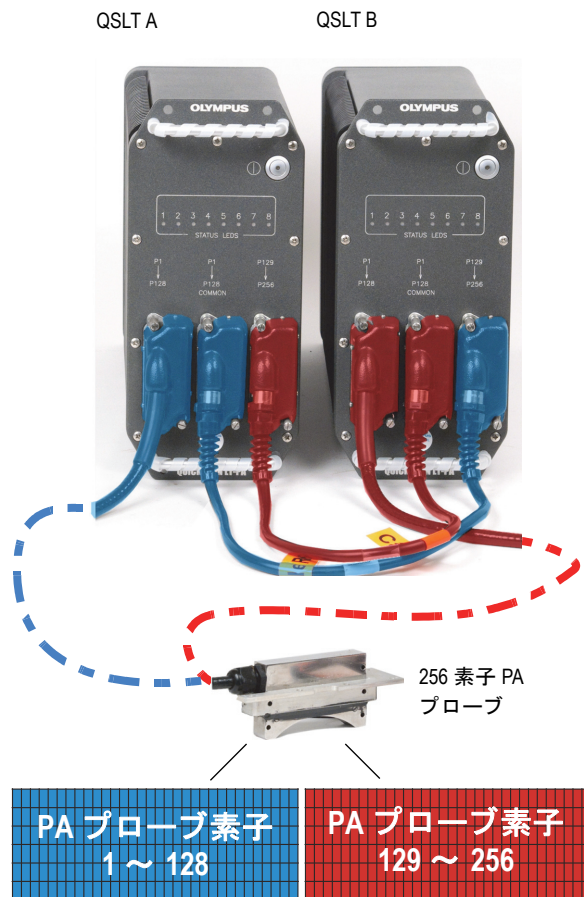

図 2-2 QSLT-4 開口並列 (PA プローブ 1 個)
4. 2 番目の 4- 開口ケーブル¹を使って、QSLT B 上の P1→P128 共通コネクタを、QSLT A 上の P129→P256 コネクタへつなぎます (35 ページ図 2-2 参照)。